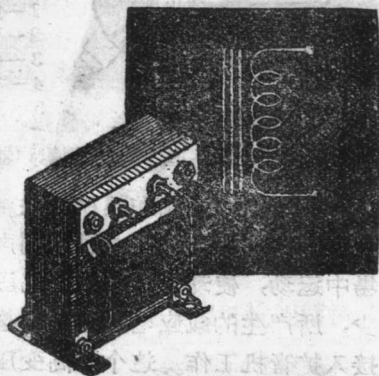

图16 扼流圈
3. 扼流圈（又名阻流圈） 如图16所示，外形与变压器相似。它是在矽钢片所组成的铁芯上绕一组线圈，有两条引出线，用欧姆表可以量出电阻来。扼流圈用在滤波电路中作滤波用，就是对直流电流没有阻抗，让直流电流流过去，而对交流电流就发生阻抗作用，阻止交流电流流过去。扼流圈与变压器不同的地方就是扼流圈只有一个线圈。